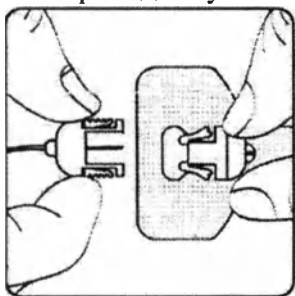

Рис.93.
7. Мягко вставьте разъем катетера в разъем компонента введения, слегка нажав на клипсовый замок разъема катетера (Рис.93). Соединительная игла при этом мягко скользит по переходнику канюли.